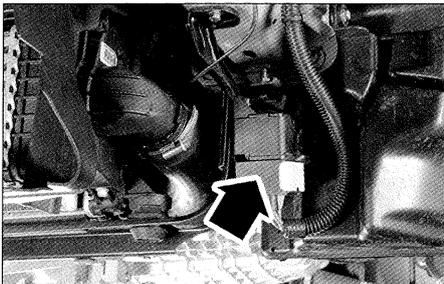

FIG. 3
• Sacar el conector del relé de la bujía de precalentamiento (fig. 3).